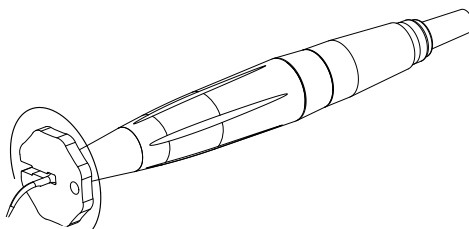

Fig. 5 Ajuste de la punta con la llave
3. Esterilice las puntas antes del uso (capítulo 6 “Esterilización y piezas de repuesto”). Coloque la punta seleccionada con ayuda de la llave incluida en el suministro y ajústela suavemente (Fig. 5, abajo)